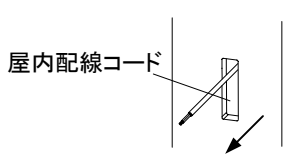

図10-13
③屋内配線コードをコンセント取付部の開口から引き出してください。(図10-13)